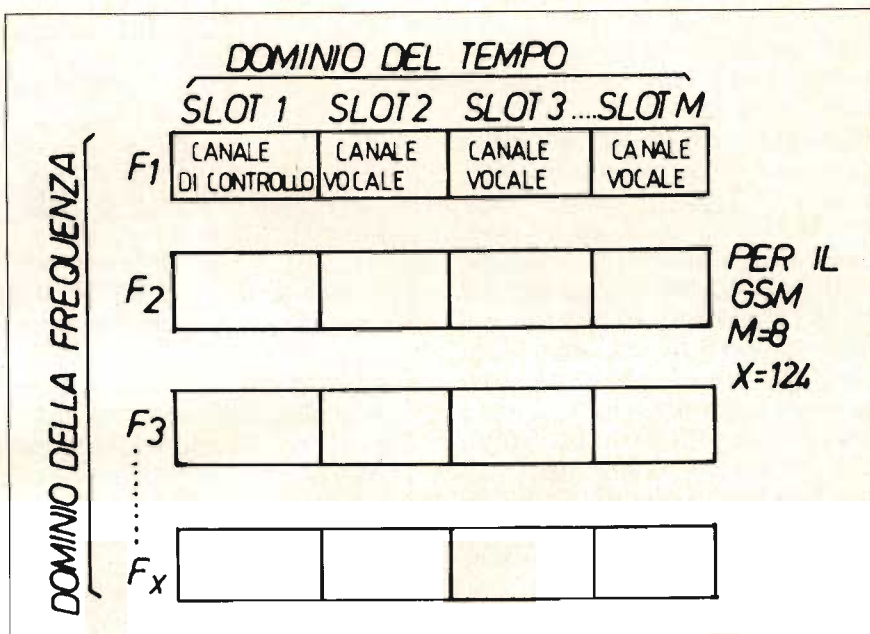

Figura 1
**E**ccoci nuovamente insieme, come promesso, per affrontare con dovuta cautela questa seconda ma non meno impegnativa trattazione, riguardante il sistema GSM. Questa volta, infatti, ci addentreremo ancora più a fondo (ancora? si chiederà qualcuno storcendo il naso), proprio per rivolgere la nostra attenzione a quello che è il cuore del sistema in esame: la struttura delle TRAME TDMA e le modalità di sincronizzazione. Cominceremo col dire che i metodi impiegati per l'accesso alla rete radiomobile GSM fanno uso della struttura TDMA sopramenzionata, che sta per TIME DIVISION MULTIPLE ACCESS, architettura dunque che, come dice la denominazione, è basata sulla creazione di una matrice frequenza/tempo. Ogni cella di questa matrice è un canale vocale al quale può accedere qualsiasi stazione mobile in una data chiamata (vedi figura 1); praticamente, i segnali trasmessi dalle stazioni mobili che utilizzano lo stesso canale radio raggiungono la stazione base nello stesso momento, ma senza sovrapporsi l'un l'altro. Da questo si può comprendere come su uno stesso canale radio possano esistere contemporaneamente più conversazioni. Il segnale TDMA è strutturato su un certo numero di «livelli